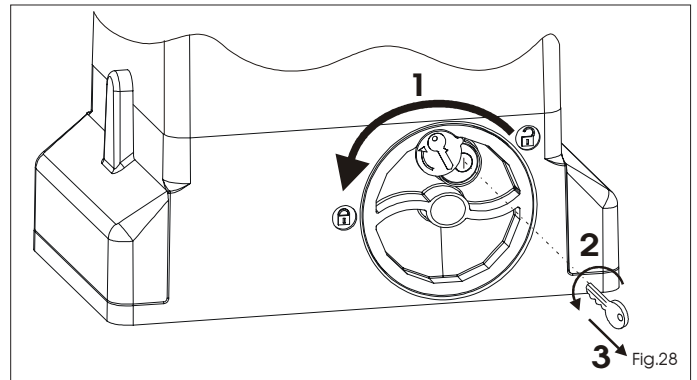

Fig.28
- 1) Draai het ontgrendelsysteem met de klok mee tot de aanslag, Fig.28 ref.1.
- 2) Draai de sleutel tegen de klok in en haal hem uit het slot, Fig. 28, ref. 2 en 3.